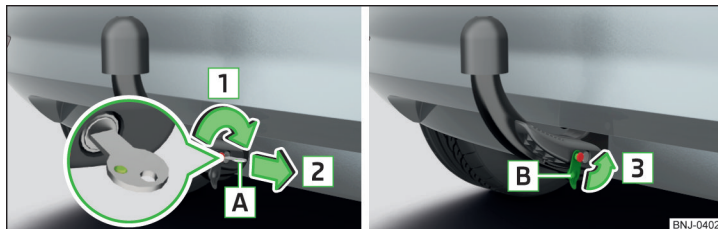

Fig. 237 Bloccare la serratura ed estrarre la chiave / applicare il coperchio sulla serratura
- Ruotare la chiave **A** in direzione della freccia **1**, in modo che il suo contrasegno verde sia rivolto verso l'alto » fig. 237.